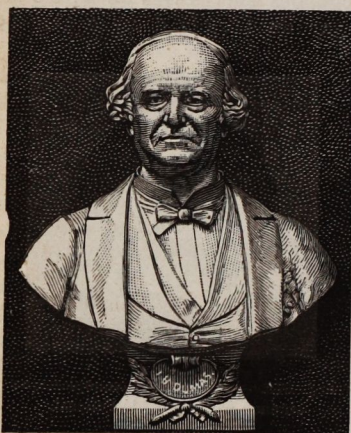

Fig. 384. — Buste en galvanoplastie reproduit par le procédé Pellecat.
M. Pellecat et la maison Christoffe ont obtenu des œuvres remarquables en employant le moulage en terre perdue. Nous donnerons comme exemple une médaille (fig. 383) et un buste (fig. 384).